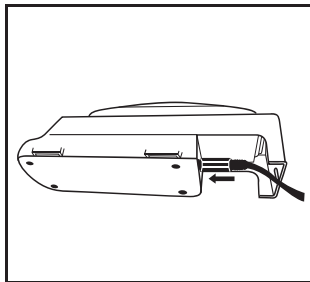

Fig. 1a
- Carregador de Bateria Individual da Série TR-641N da 3M™: Insira o cabo de alimentação do TR-941N de corrente CC no berço (Fig. 1a). Plugue (conecte) o cabo de alimentação numa fonte de energia AC (100-240 V), como uma tomada de parede.